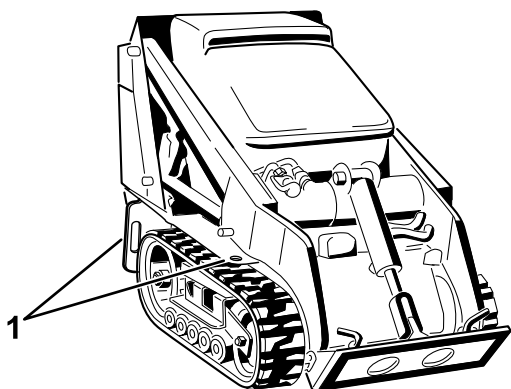

Рисунок 21
8. Используя металлические скобы для фиксации на машине, надежно прикрепите машину к прицепу или грузовику с помощью стропов, цепей, троса или веревок (Рисунок 21). Изучите местные нормативные документы по требованиям к креплению оборудования.
Вы можете поднять машину, используя в качестве такелажных точек скобы для фиксации/подъема; см. Рисунок 21.